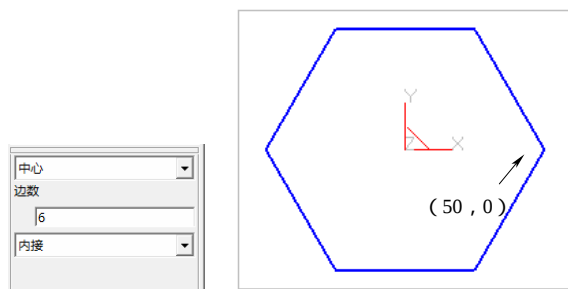

图 8-122 绘制六边形
2) 选择下拉菜单“造型”→“曲线生成”→“多边形”命令,或者单击“曲线生成栏”工具栏上的“多边形”按钮,在立即菜单中选择中心,内接或外接,输入边数 6,选择原点为中心,输入边终点为 (50, 0),完成操作,如图 8-122 所示。